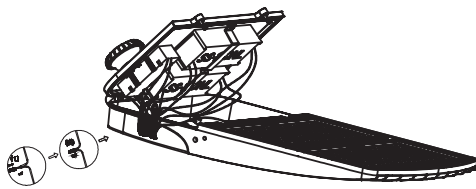

Figure 4
4. Fixez le couvercle du circuit d'attaque au corps du luminaire. (Figure 4) Connectez les fils selon le schéma. (Figure 6)